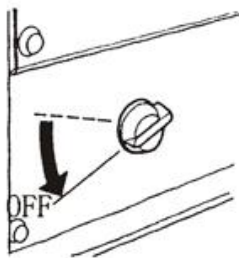

Рис. 35
7.2 Встановіть пусковий перемикач в положення "OFF" (Рис. 35).